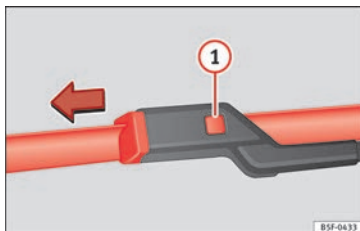

Fig. 90 Remplacement du balai d'essuie-glace avant.
- Appuyez sur le bouton de sécurité ① » » fig. 90.